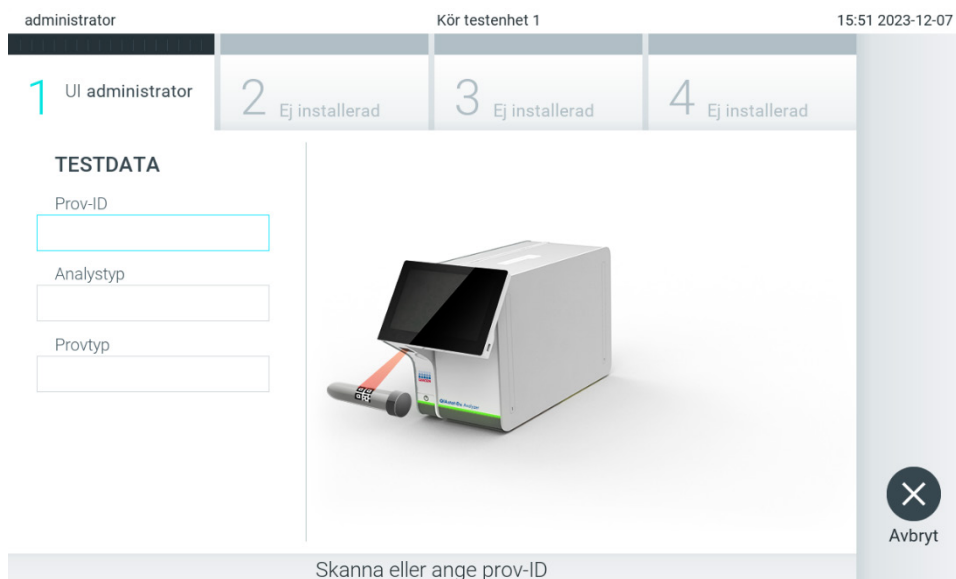

Bild 23. Skanna streckoden med prov-ID.
2. Skanna provets ID-streckkod med hjälp av streckodsläsaren som är integrerad i driftsenheten när du uppmanas till det (bild 23).